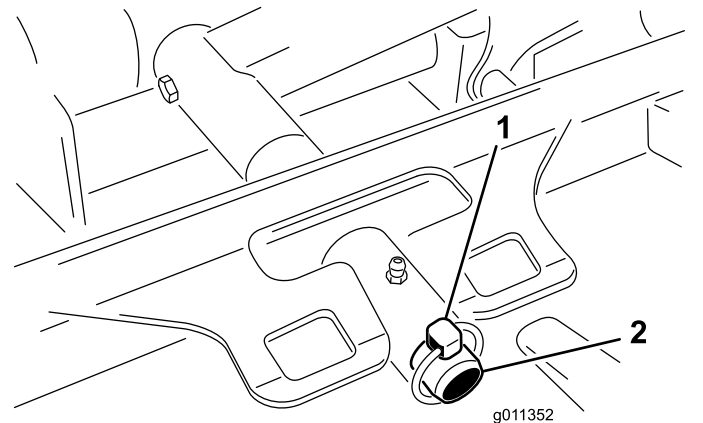

Figure 80
3. Retirez la goupille à anneau qui fixe le bâti porteur du plateau à l'axe de pivot du bras de levage (Figure 80).
3. Faites glisser le bâti porteur du plateau de coupe sur l'axe de pivot du bras de relevage. Fixez-le avec le goupille à anneau (Figure 80).